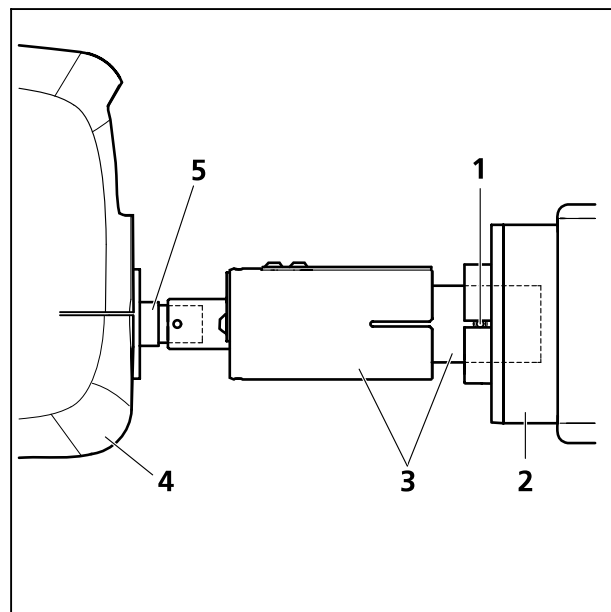

Fig. 1-23 Unión de tubos desde la cubierta del periscopio (2) al módulo de escaneo (4)
- Saque primero el tubo de la cubierta del periscopio (Fig. 1-23/2) empujando el tubo interior en el tubo exterior (Fig. 1-23/3).
- Gire el grupo de tubos en el sentido contrario de las agujas del reloj para desenroscar el tubo (Fig. 1-23/3) del pequeño tubo negro (Fig. 1-23/5) que está fijado en el módulo de barrido (Fig. 1-23/4).
- Para volver a montar la caja del haz, enrosque primero el tubo en el pequeño tubo negro (Fig. 1-23/5) en el lado posterior del módulo de barrido (Fig. 1-23/4). No se debería fijarlo completamente para poder introducir las espigas laterales del tubo interior en la escotadura del anillo situado en la cubierta del periscopio (Fig. 1-23/2).